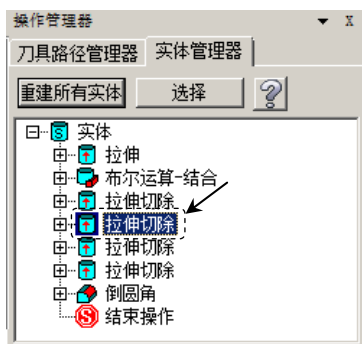

图 7.4.8 定义禁用项目
Step2. 定义禁用项目。右击图 7.4.8 所示的操作管理器中的项目，此时系统会自动弹出快捷菜单。